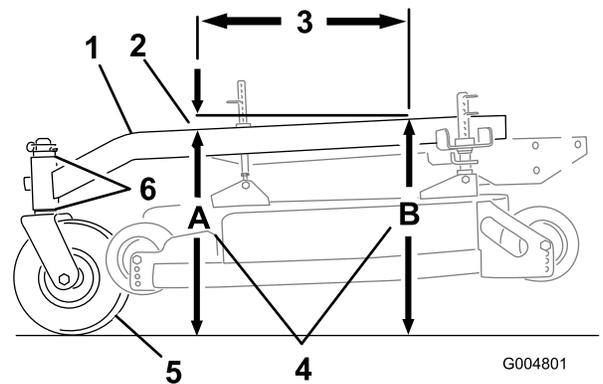

Figura 63
El bastidor de tiro debe tener una inclinación longitudinal de entre 3 mm (1/8 pulg.) y 9 mm (3/8 pulg.) a lo largo de 61 cm (24 pulg.) (Figura 63).
1. Mida 61 cm (24 pulg.) en el bastidor de tiro (Figura 63).
- Mida la altura del bastidor de tiro en la posición **A** (Figura 63).
- Mida la altura del bastidor de tiro en la posición **B** (Figura 63).
- La altura en la posición **A** debe ser de 6-10 mm (1/4-3/8 pulg) menor que la de la posición **B** (Figura 63).
- Si la inclinación del bastidor de tiro no es la correcta, mueva los espaciadores de las ruedas giratorias para obtener una inclinación de 6-10 mm (1/4-3/8 pulg) (Figura 63). Mueva espaciadores desde arriba o desde abajo para obtener la inclinación correcta.